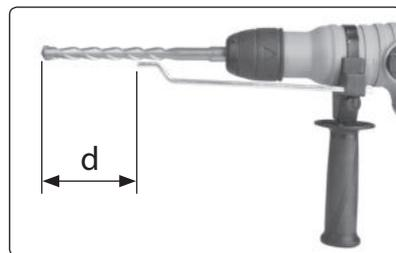

Abb. 5
- Zwecks Messung der Tiefe zum Bohren/Ausschneiden mit Bohrkronen kann man in den Griff den Tiefenanschlag schieben und diesen auf die geforderte Bohrtiefe einstellen. Durch die Entfernung zwischen dem Ende des Tiefenanschlages und Bohrerende wird die Tiefe der Bohrung festgelegt, siehe Abb. 5.
#### 2. Stellen Sie mit Hilfe des Tiefenanschlages die gewünschte Bohrtiefe ein (Abb. 5) und sichern Sie dann den Tiefenanschlag durch Anziehen der Flügelmutter.